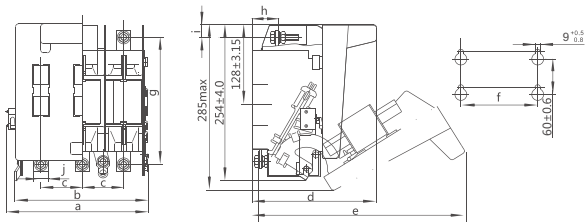

图2 HR5-200-400-630/20、30、31外形及安装尺寸
6.2 HR5-200-400-630/20、30、31外形及安装尺寸 (见图2, 表3)